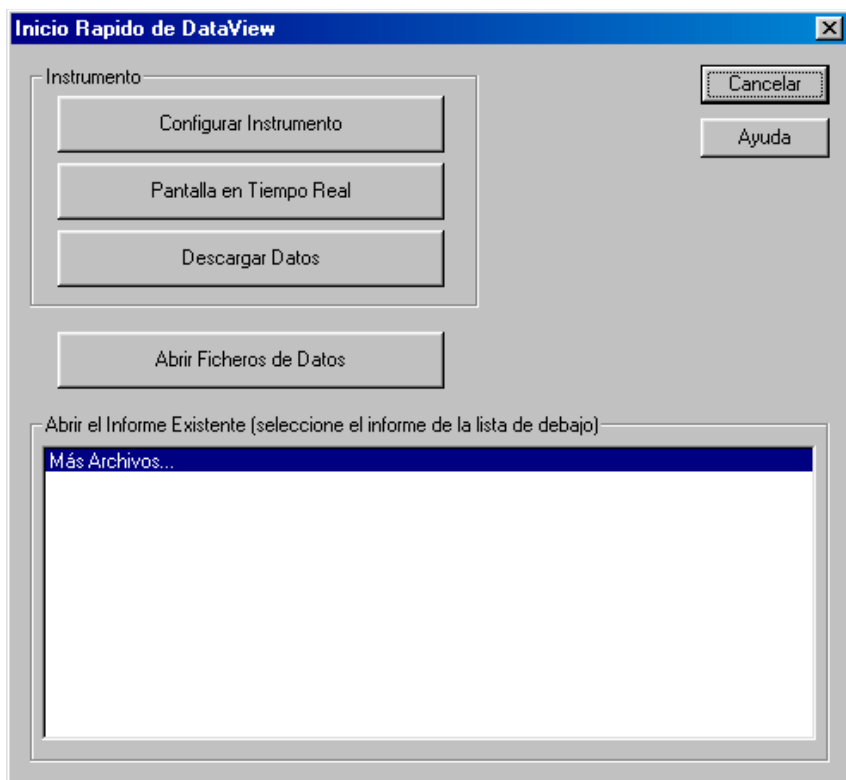

Figura 6-1
- Se abrirá DataView® y se mostrará la ventana de Inicio Rápido (vea Figura 6-1).